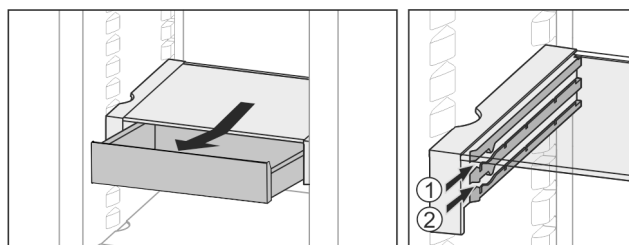

Fig. 38
- L'insérer à n'importe quelle hauteur Fig. 38 (1) ou Fig. 38 (2).